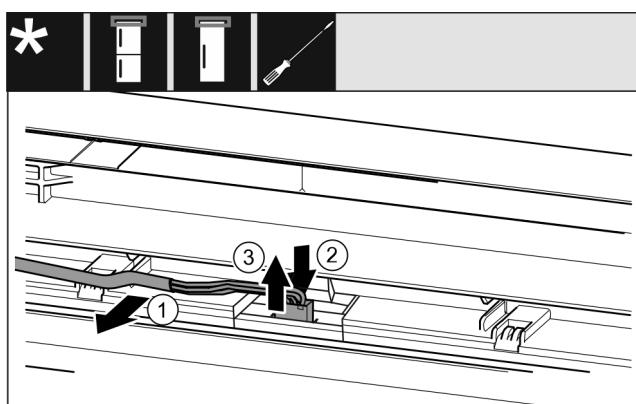

Fig. 20
- Iz vodila v vratih previdno potegnite sivi kabel. Fig. 20 (1)
- Spono za vtičem potisnite nazaj. Fig. 20 (2)
- Vtič previdno izvlecite navzgor. Fig. 20 (3)